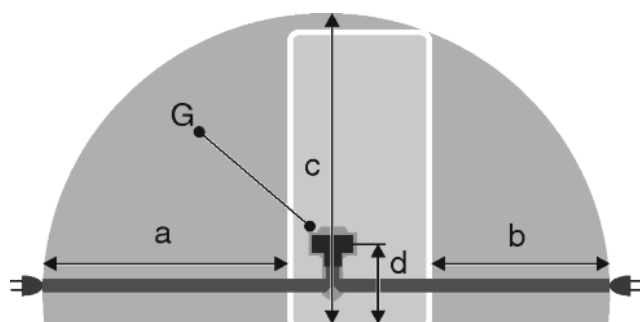

Fig. 41
- Steckdose liegt außerhalb des Geräterückseitenbereichs im gegebenen Bereich Fig. 41 (a, b, c).
- ▶ Gerätestecker Fig. 41 (G) auf der Rückseite des Gerätes einstecken. Auf richtiges Einrasten achten.